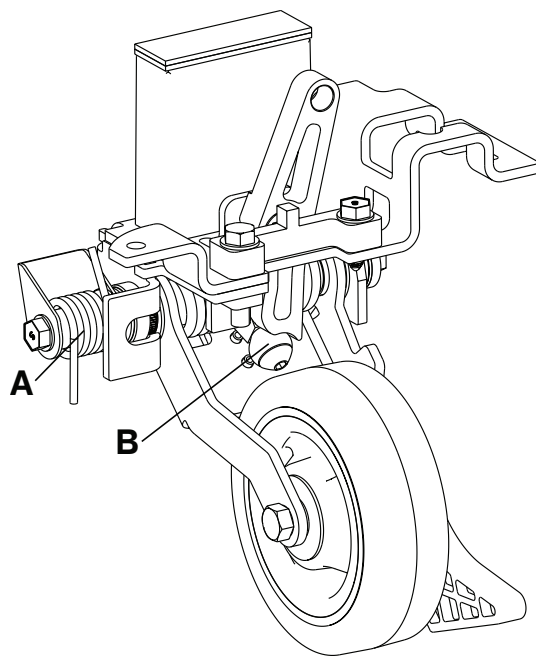

Рисунок 22 – Смазка убирающегося пятого колеса
3. Нанесите смазку MPG-3 на пружину (А) и роликовый механизм (В) (Рисунок 22).